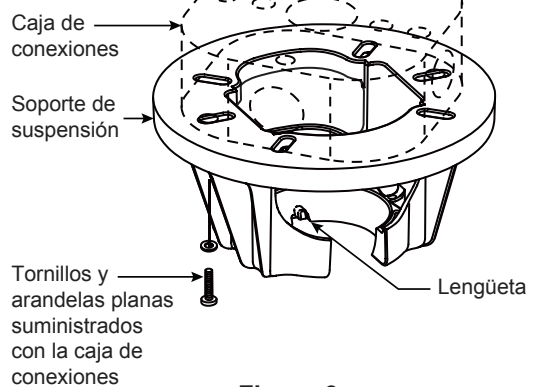
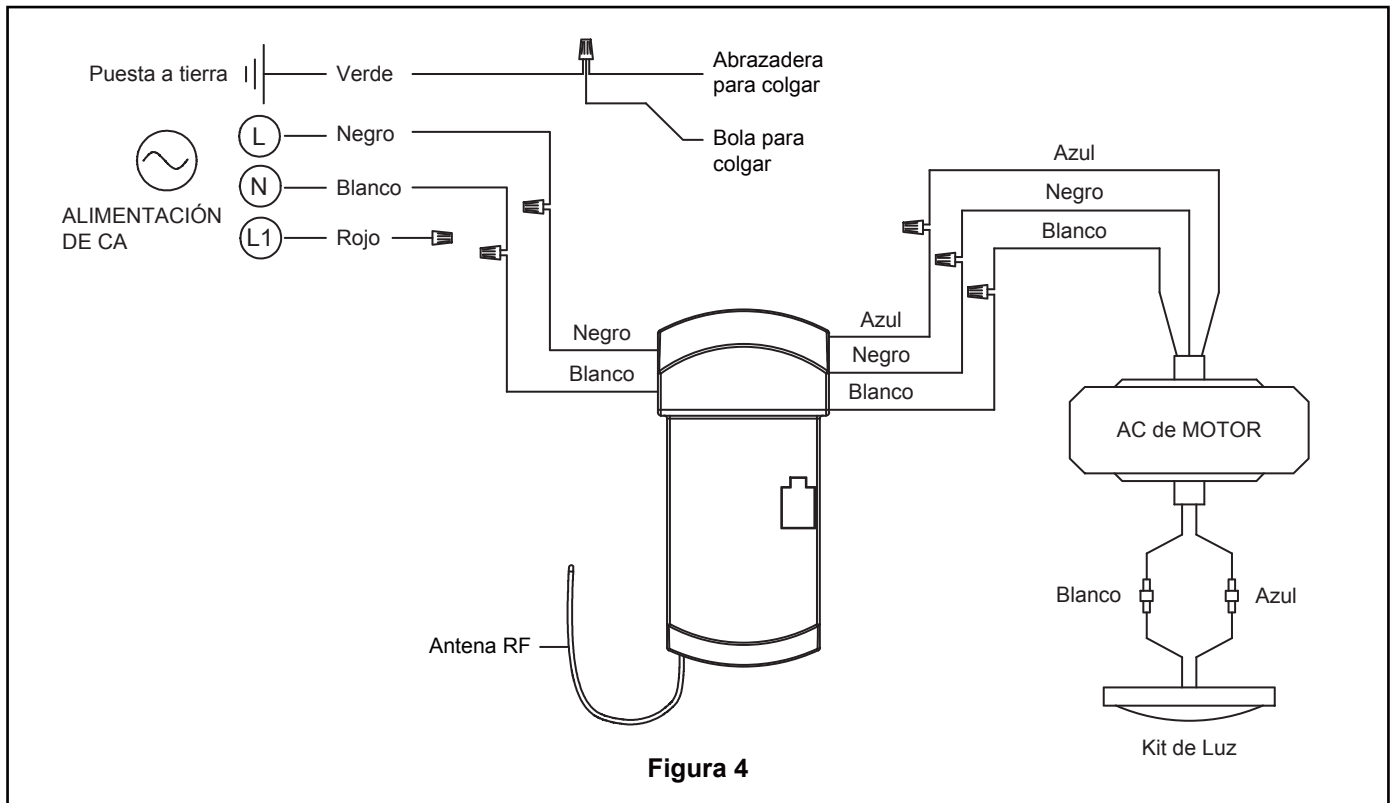

Figura 3
Figura 4
1. Fije bien el soporte de suspensión a la caja de conexiones con los tornillos y las arandelas planas suministrados con la misma. (Figura 3)
NOTA: Se deben pasar los tornillos de la caja de conexiones a través de los orificios que se encuentran en el soporte de suspensión. (Figura 3)
3. Con cuidado, levante el ventilador y apoye la unidad del barral/de la semiesfera en el soporte de suspensión que acaba de fijar a la caja de conexiones. (Figura 4) Asegúrese de que la ranura en la semiesfera esté alineada con el reborde del soporte de suspensión. (Figura 3)
2. Deslice el receptor en el soporte de suspensión antes de realizar el cableado como se muestra en la figura 3.
3. Conecte los conductores verdes de la abrazadera para colgar, bola para colgar y conductor verde del suministro (puesta a tierra) con el conector de cables. Conecte el conductor negro de la unidad receptora marcado "AC IN L" al conductor negro de alimentación con el conector de cables. Conecte el conductor blanco de la unidad receptora marcado "AC IN N" al conductor blanco de alimentación con el conector de cables. Conecte el conductor blanco de la unidad receptora marcado "TO MOTOR N" al conductor blanco del ventilador con el conector de cables incluido con la unidad receptora. Conecte el conductor negro de la unidad receptora marcado "TO MOTOR L" al conductor negro del ventilador con el conector de cables que se adjunta con la unidad receptora. Finalmente, conecte el conductor azul de la unidad receptora al conductor azul de la iluminación del ventilador con el conector de cables que se adjunta con la unidad receptora. Encierre de forma segura el cable de alimentación rojo con el conector de cables. (Figura 4)
- 4.** Para configurar el código del mando a distancia a las mismas posiciones que en el receptor. Mueva los interruptores de código hasta colocar el código de selección en la posición arriba o abajo. Con un destornillador pequeño o con una lapicera (no se incluye) deslice firmemente hacia arriba o hacia abajo. (Figura 4)